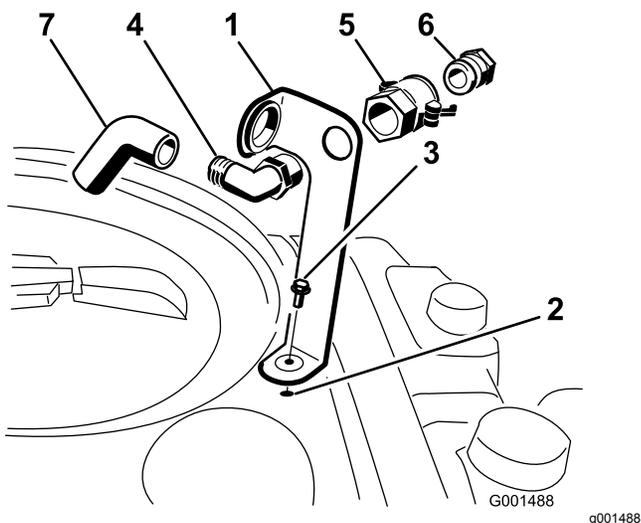

Figura 3
1. Coloque o suporte do recetáculo de enchimento sobre o orifício roscado no depósito e fixe-o com um parafuso de cabeça flangeada (5/16 pol. x ¼ pol.) (Figura 3).
2. Coloque a parte roscada da ligação de cotovelo de 90° no suporte e aparafuse o acoplador rápido, fixando-o ao suporte (Figura 3).
3. Instale o adaptador da tubagem no acoplador rápido (Figura 3).
4. Bloqueie o adaptador na posição correta, girando as alavancas em direção ao adaptador, e depois fixe-as com os pernos de gancho (Figura 3).
5. Coloque o tubo antissifão pela abertura larga no suporte e pela extremidade dentada da ligação de cotovelo de 90° (Figura 3).